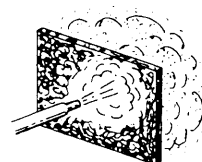
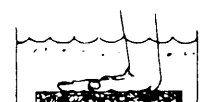

図4
図5
- ① 圧縮空気による吹きつけ。（図4）
- ② 掃除機による清掃。
- ③ 水槽内での押し洗い。（図5）